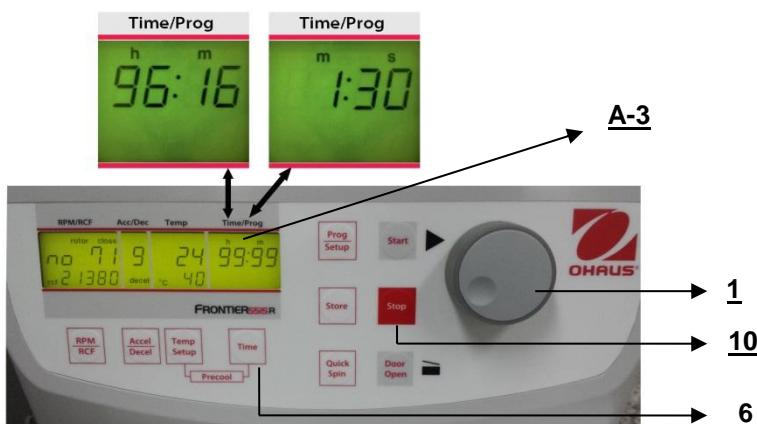

Figura 17
3. La operación continua **"cont"**, que puede interrumpirse con el botón **"Stop"** (10) (vea la Figura 17).
Para establecer el valor deseado, use la perilla de ajuste (1). Después de exceder 59 min. 50 seg., la indicación cambia automáticamente a "**h : m**". Después de exceder 99 horas 59 min., aparece la palabra "**cont**" en la pantalla "**Time/Prog**" (A-3). Esta operación continua solo puede interrumpirse al presionar el botón "**Stop**" (10). El conteo regresivo del tiempo inicia una vez que se alcanza la velocidad establecida. La pantalla siempre muestra el tiempo de operación restante. (Vea la figura 17.)